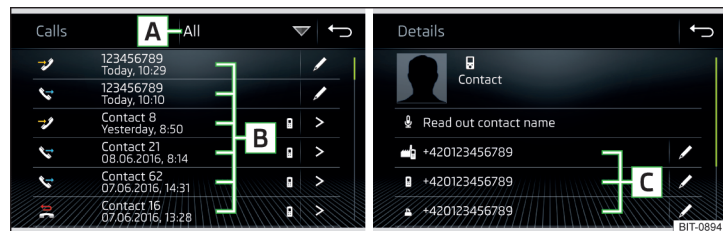

Fig. 143 Lista de llamadas / detalle del contacto
- En el menú principal **Teléfono** pulse la superficie funcional , se muestra una lista de llamadas » fig. 143.
- > Visualización del detalle del contacto » fig. 143